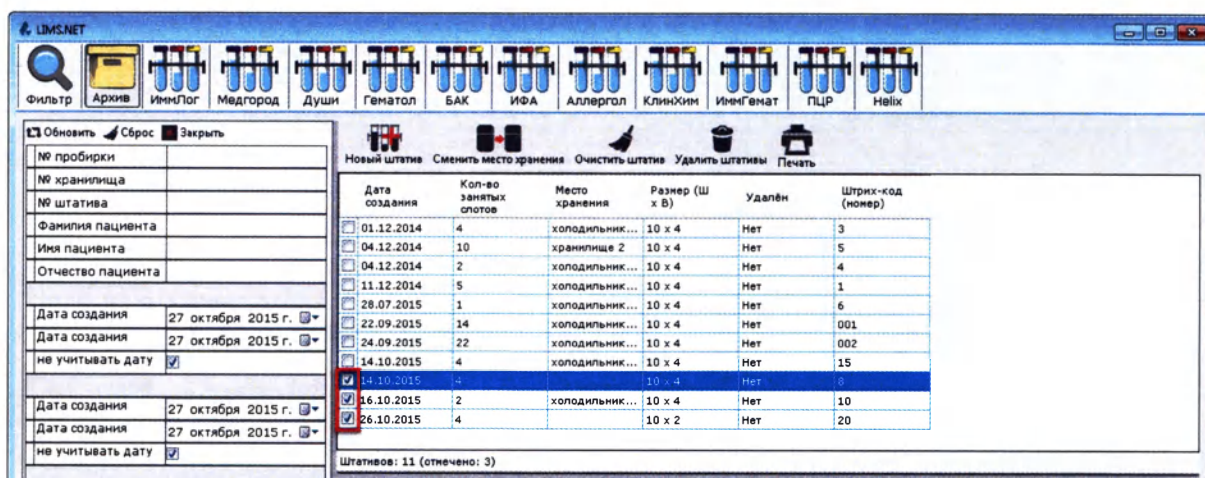

Рисунок 13.39
1. Выберите необходимые записи, выделив их галкой (Рисунок 13.39):